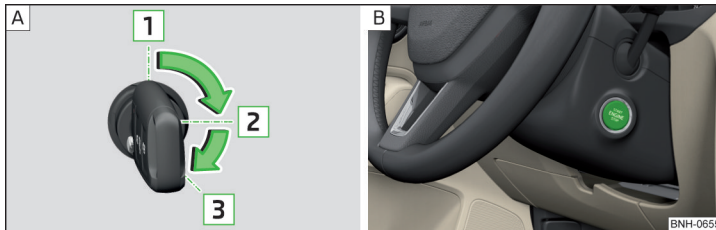

Abb. 189 Positionen des Fahrzeugschlüssels im Zündschloss / Starterknopf
Positionen des Fahrzeugschlüssels im Zündschloss » Abb. 189 - **A**
› Den Knopf drücken » Abb. 189 - **B**, die Zündung wird ein-/ausgeschaltet.
- › Bei Fahrzeugen mit **Zündschloss** den Schlüssel in die Position **3** drehen » Abb. 189 auf Seite 174 - **A**, es erfolgt der Startvorgang. Dann den Schlüssel loslassen, der Motor springt automatisch an.
- › Bei Fahrzeugen mit **Starterknopf** den Knopf kurz drücken » Abb. 189 auf Seite 174 - **B**, der Motor springt automatisch an.
- › Bei Fahrzeugen mit **Zündschloss** den Schlüssel in die Position **1** drehen » Abb. 189 auf Seite 174 - **A**.
- › Bei Fahrzeugen mit **Starterknopf** den Knopf drücken » Abb. 189 auf Seite 174 - **B**, der Motor und die Zündung werden gleichzeitig ausgeschaltet.
➤ Den Knopf gedrückt halten » **Abb. 189** auf Seite 174 -  oder zweimal innerhalb von 1 Sekunde drücken.